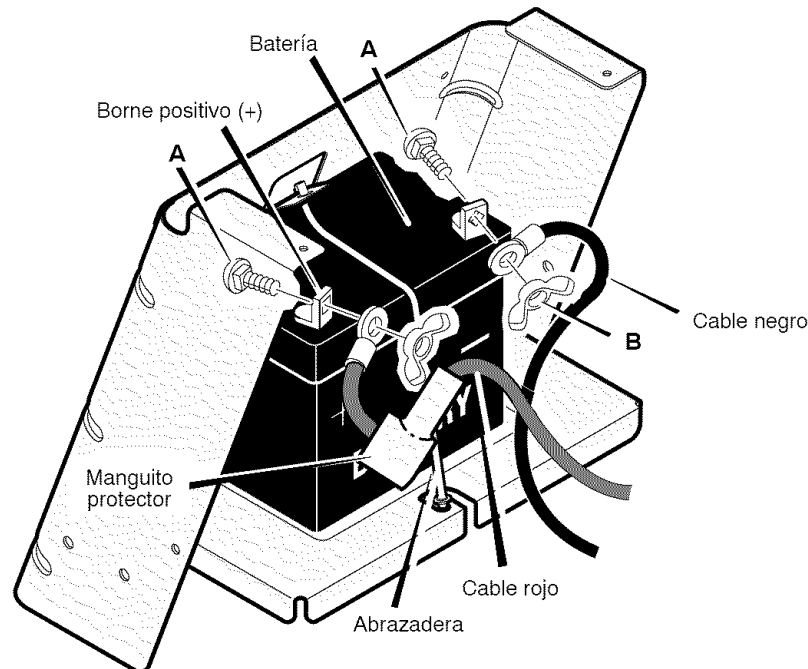

Figura 49
1. Desconecte el **cable negro** del **borne negativo (-)** (Figura 49).